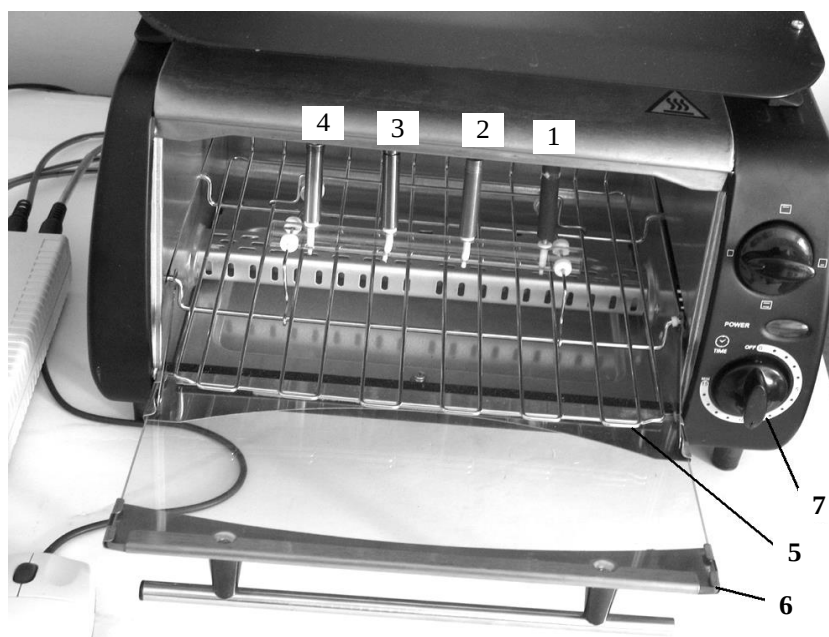

Рис.4. Электрическая печь с образцами
Электрическая печь (рис.4) обеспечивает нагрев до 300°C. Четыре образца имеют вид цилиндров одинакового размера. Их состав: графит (1), сталь (2), медь (3) и олово (4), помещенное в контейнер из титана или алюминия. Образцы закреплены на кварцевой трубке на выдвижной раме (5), связанной с откидной стеклянной передней дверкой (6). Медный образец используется при измерениях в качестве эталонного. Удельная теплоемкость меди, а также титана и алюминия, из которых изготовлены контейнеры для олова, приведены в приложении. Массы образцов и масса контейнера для олова на каждой установке разные и указаны в окне рабочей программы на экране монитора. Управление электрической печью осуществляется ручкой таймера (7).